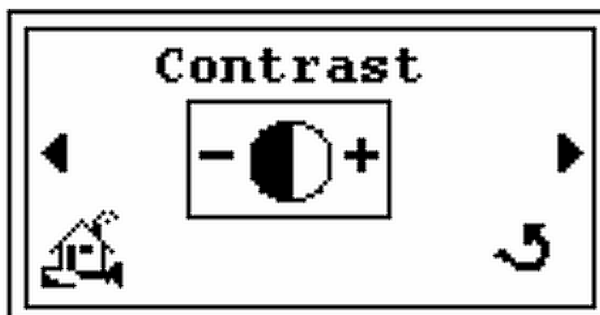

図 2-41 Contrast - 初期画面
4. ▶ を押すと *Contrast* 画面が表示されます (図 2-41)。